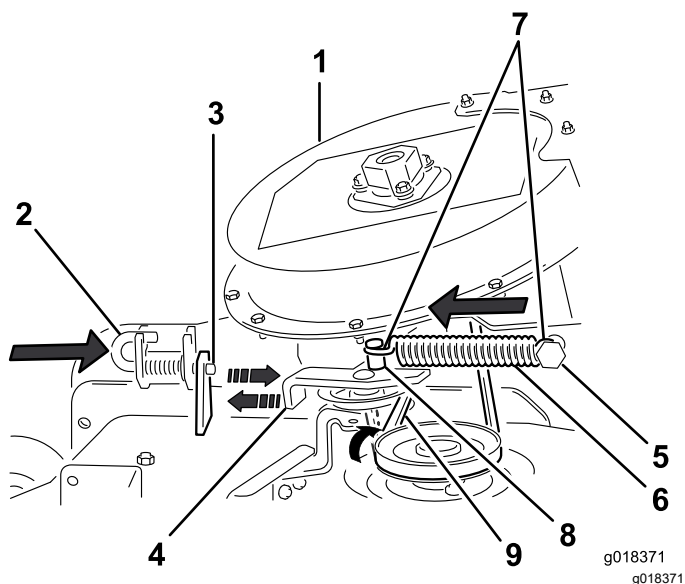

Figura 45
2. Fate passare temporaneamente la cinghia sotto alla puleggia tendicinghia (Figura 45).
3. Spostate la staffa orientabile del tendicinghia verso il supporto per molla fisso e montate la molla allineando il gancio della molla sul supporto per molla del tendicinghia (Figura 45).
4. Estraiete la puleggia del tendicinghia caricata a molla dal supporto per molla fisso e disponete la cinghia attorno alla puleggia del piatto (Figura 45).